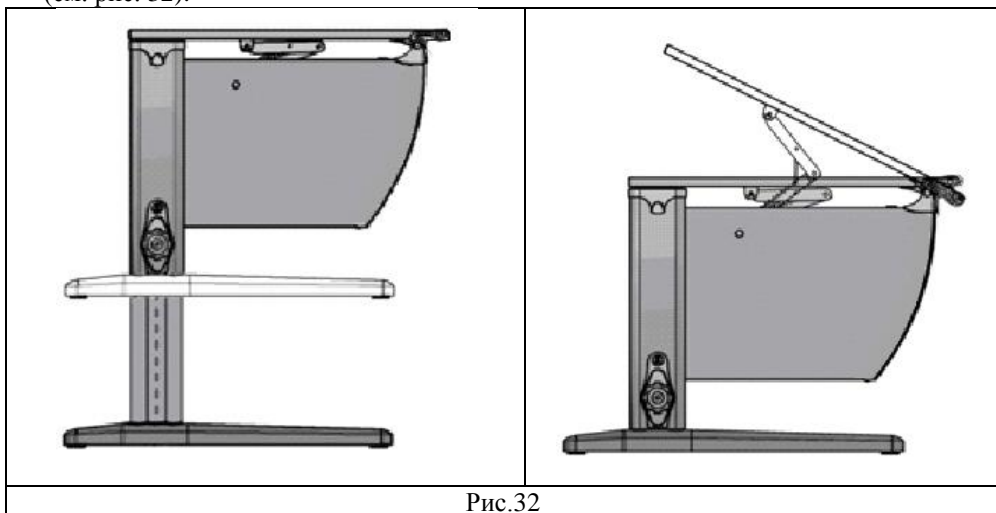

Рис.32
5.2. Для удобства эксплуатации потребителями различных возрастных групп стол имеет возможность ступенчатой регулировки столешницы по высоте и углу наклона (см. рис. 32).